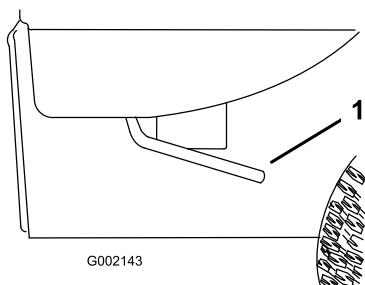

Figura 27
1. Com a alavanca em cada um dos lados, levante a caixa (Figura 27).